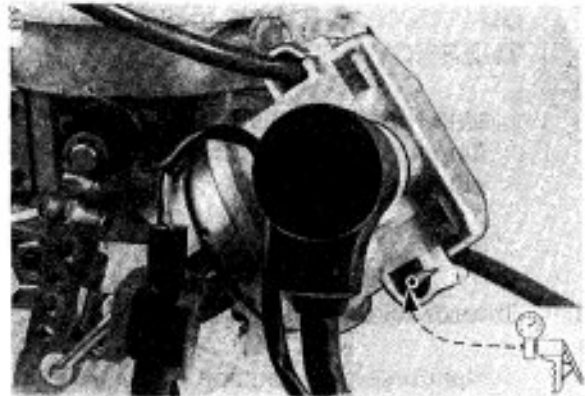

Bild 21
### 6.7 Regelbereich des Drosselklappenanstellers (Bild 21 – 22a)
- Mit Handunterdruckpumpe am evakuierenden Ventil, s. Bild 21, während des Einstellvorgangs ständig Druckdifferenz (ca. 250 mbar) erzeugen. (Der Stößel des Drosselklappenanstellers fährt in eine lagegeregelte Position).